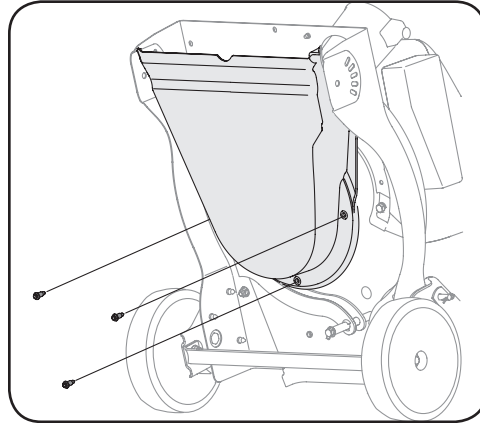

Figura 5-7
12. Incline la unidad con cuidado y apóyela hacia arriba para obtener acceso por la parte inferior al material de montaje del pico y al motor. Retire los tres tornillos con reborde que aseguran el pico de plástico negro a la caja inferior. Consulte la Figura 5-7.